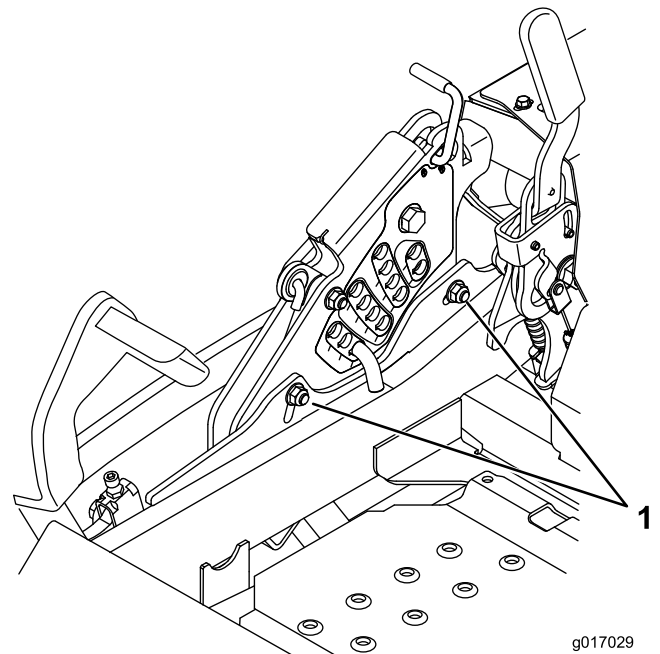

Figura 90
12. Para ajustar el sistema de ajuste de un solo punto, afloje los 2 pernos situados cerca del borde inferior de la pletina de altura de corte. Consulte Figura 90.
14. Apriete los 2 pernos situados cerca del borde inferior de la pletina de altura de corte (Figura 90). Apriete a 37–45 Nm (27–33 pies-libra).